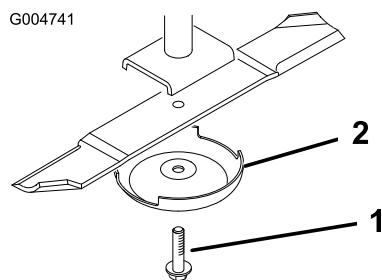

Figura 83
3. Retire del eje de la cuchilla el perno de la cuchilla, el protector de césped y la cuchilla (Figura 83).